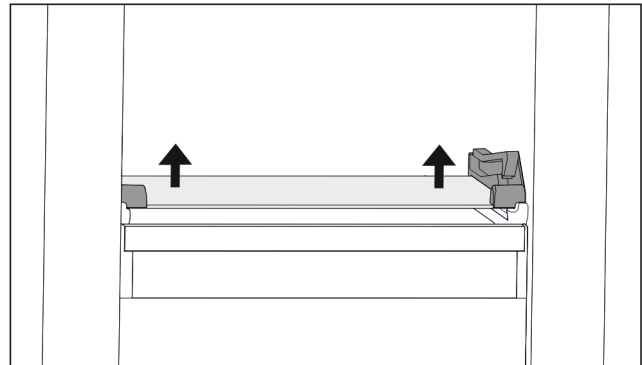

Fig. 131 Glasplatte des abklippbaren Schubfachs
- ▶ Glasplatte von unten beidseitig nach oben drücken. (zie Fig. 131)